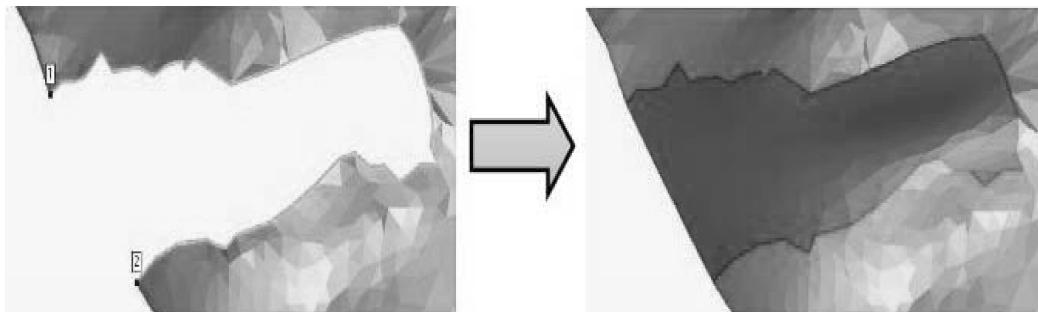

图 5-44 边界孔的填充
2) 单击“填充方法”的第二个按钮进行边界孔的填充。在上边界处点 1，在下边界处点 2，再单击需要填充的绿色边界，如图 5-44 所示。